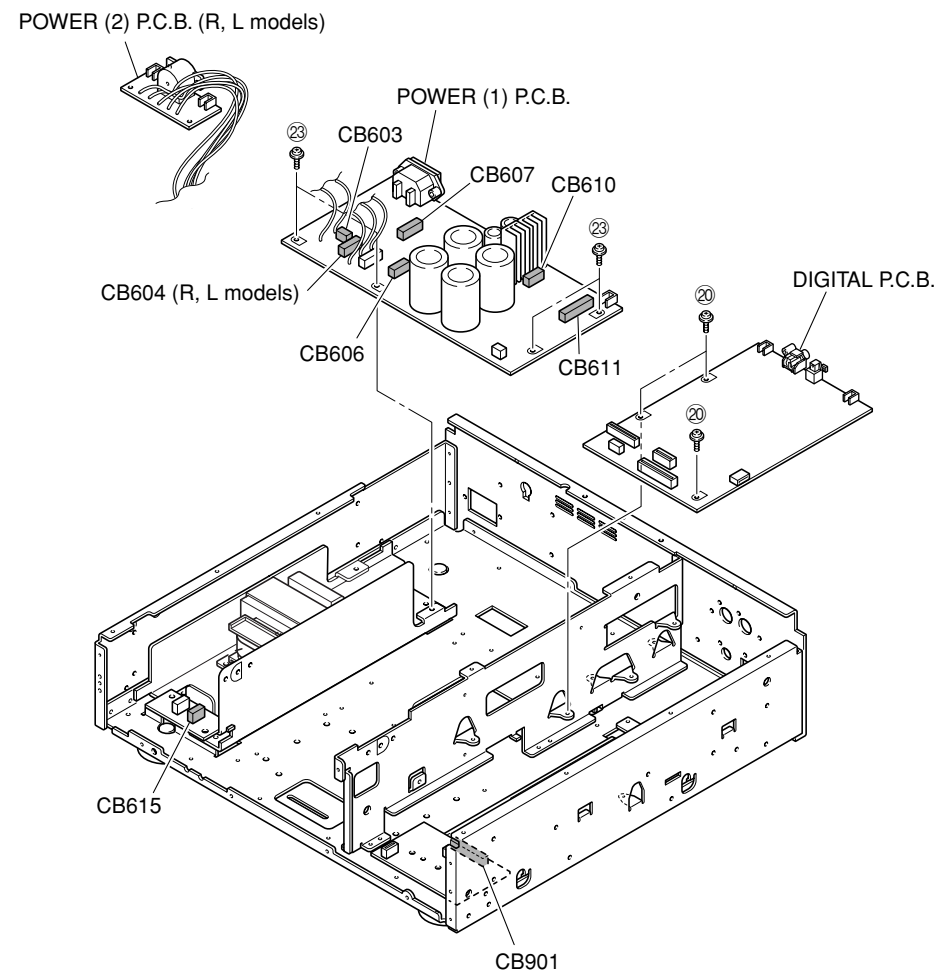
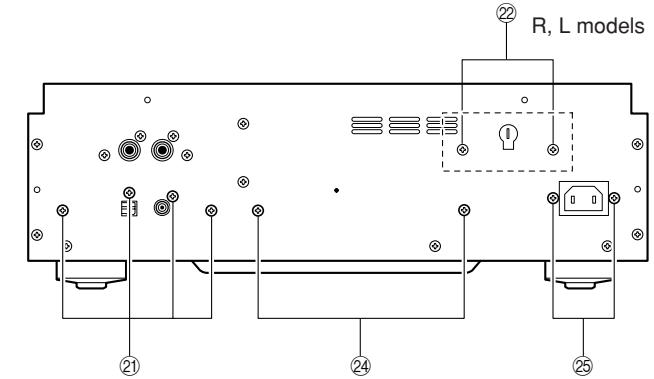

Fig. 8
Fig. 9
- a. Remove 3 screws (20). (Fig. 8)
- b. Remove 4 screws (21). (Fig. 9)
- c. Remove CB610-611 and CB901. (Fig. 8)
- d. Remove the DIGITAL P.C.B.. (Fig. 8)
- a. 20のネジ3本を外します。(Fig. 8)
- b. 21のネジ4本を外します。(Fig. 9)
- c. CB610-611、CB901を外します。(Fig. 8)
- d. DIGITAL P.C.B.を取り外します。(Fig. 8)
8. Removal of POWER (2) P.C.B. (R and L models)
- a. Remove 2 screws (22). (Fig. 9)
- b. Remove the POWER (2) P.C.B.. (Fig. 8)
- a. 23のネジ4本を外します。(Fig. 8)
- b. 24のネジ2本、25のネジ2本を外します。(Fig. 9)
- c. CB603、CB606-607、CB615を外します。(Fig. 8)
- d. POWER(1)P.C.B.を取り外します。(Fig. 8)
9. Removal of POWER (1) P.C.B.
- a. Remove 4 screws (23). (Fig. 8)
- b. Remove 2 screws (24) and 2 screws (25). (Fig. 9)
- c. Remove CB603, CB606-607, CB615 and CB604 (R, L models). (Fig. 8)
- d. Remove the POWER (1) P.C.B.. (Fig. 8)